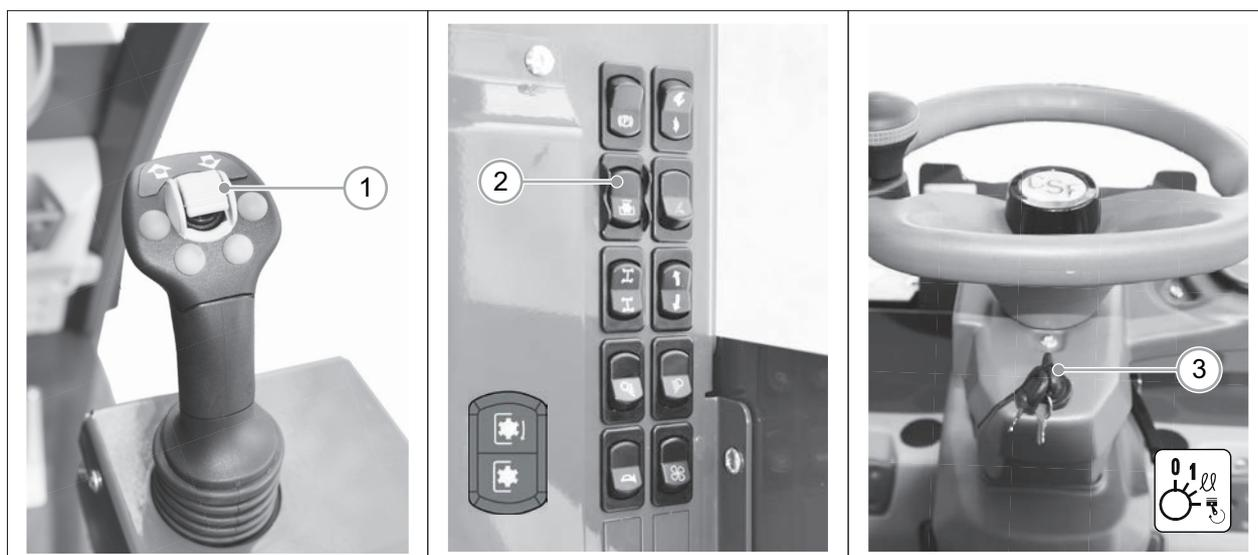

РИС. 22
- 1) Переведите все следующие органы управления в нейтральное положение: желтый селектор многофункционального джойстика (РИС. 22 - Сс. 1) и переключатель гидравлического потока (РИС. 22 - Сс. 2).
- 2) Поверните ключ (РИС. 22 - Сс. 3) в поз. «2»  для активации свечи накаливания и держите не менее 5 секунд.
- 3) Поверните ключ (РИС. 22 - Сс. 3) в поз. "3"  и держите 2 секунды, если двигатель не запускается, отпустите ключ и начните с шага 1).